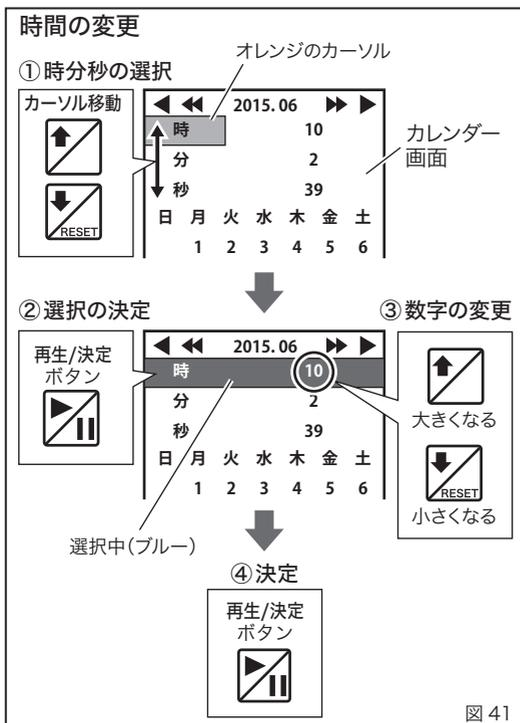

図 41
4. 「時間」の変更 (図 41)
- ① カレンダー画面の「時/分/秒」に、「上」「下」ボタン ↑、↓ でオレンジのカーソルを移動します。
- ② 「再生/決定」ボタンを押すと、選択部がブルーになります。
- ③ 選択中の「時/分/秒」の数字を「上」「下」ボタン ↑、↓ で変更します。
- ④ 変更後、「再生/決定」ボタンを押し決定します。